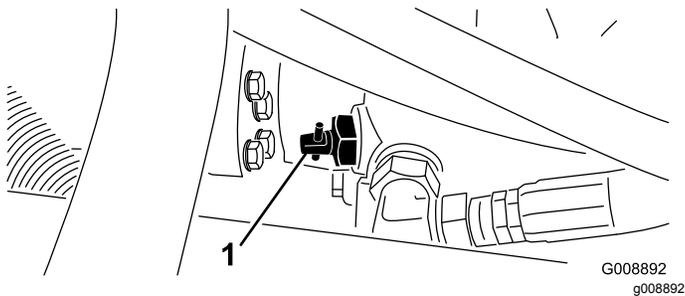

Рисунок 44
1. Найдите перепускной клапан на насосе (Рисунок 44) и поверните его на 90°.